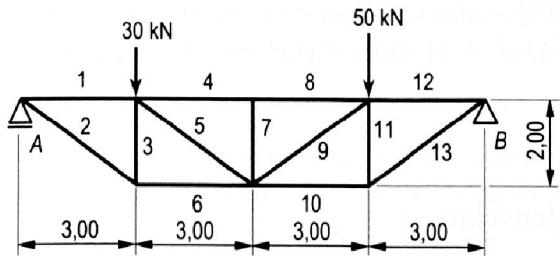

Bild 7.12: Fachwerkträger
2. Fachwerkträger (**Bild 7.12**).